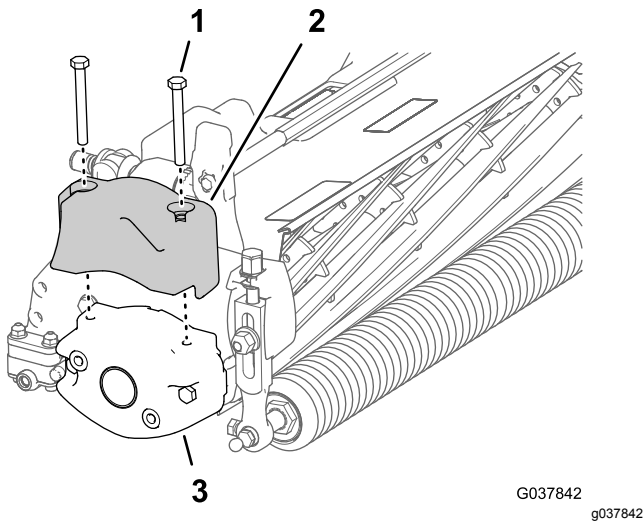

Рисунок 3
5. **Если вы устанавливаете данный комплект на режущий блок гибридной машины TriFlex**, выверните 2 колпачковых винта, которые крепят противовес электродвигателя к барабану, и снимите противовес (Рисунок 3).